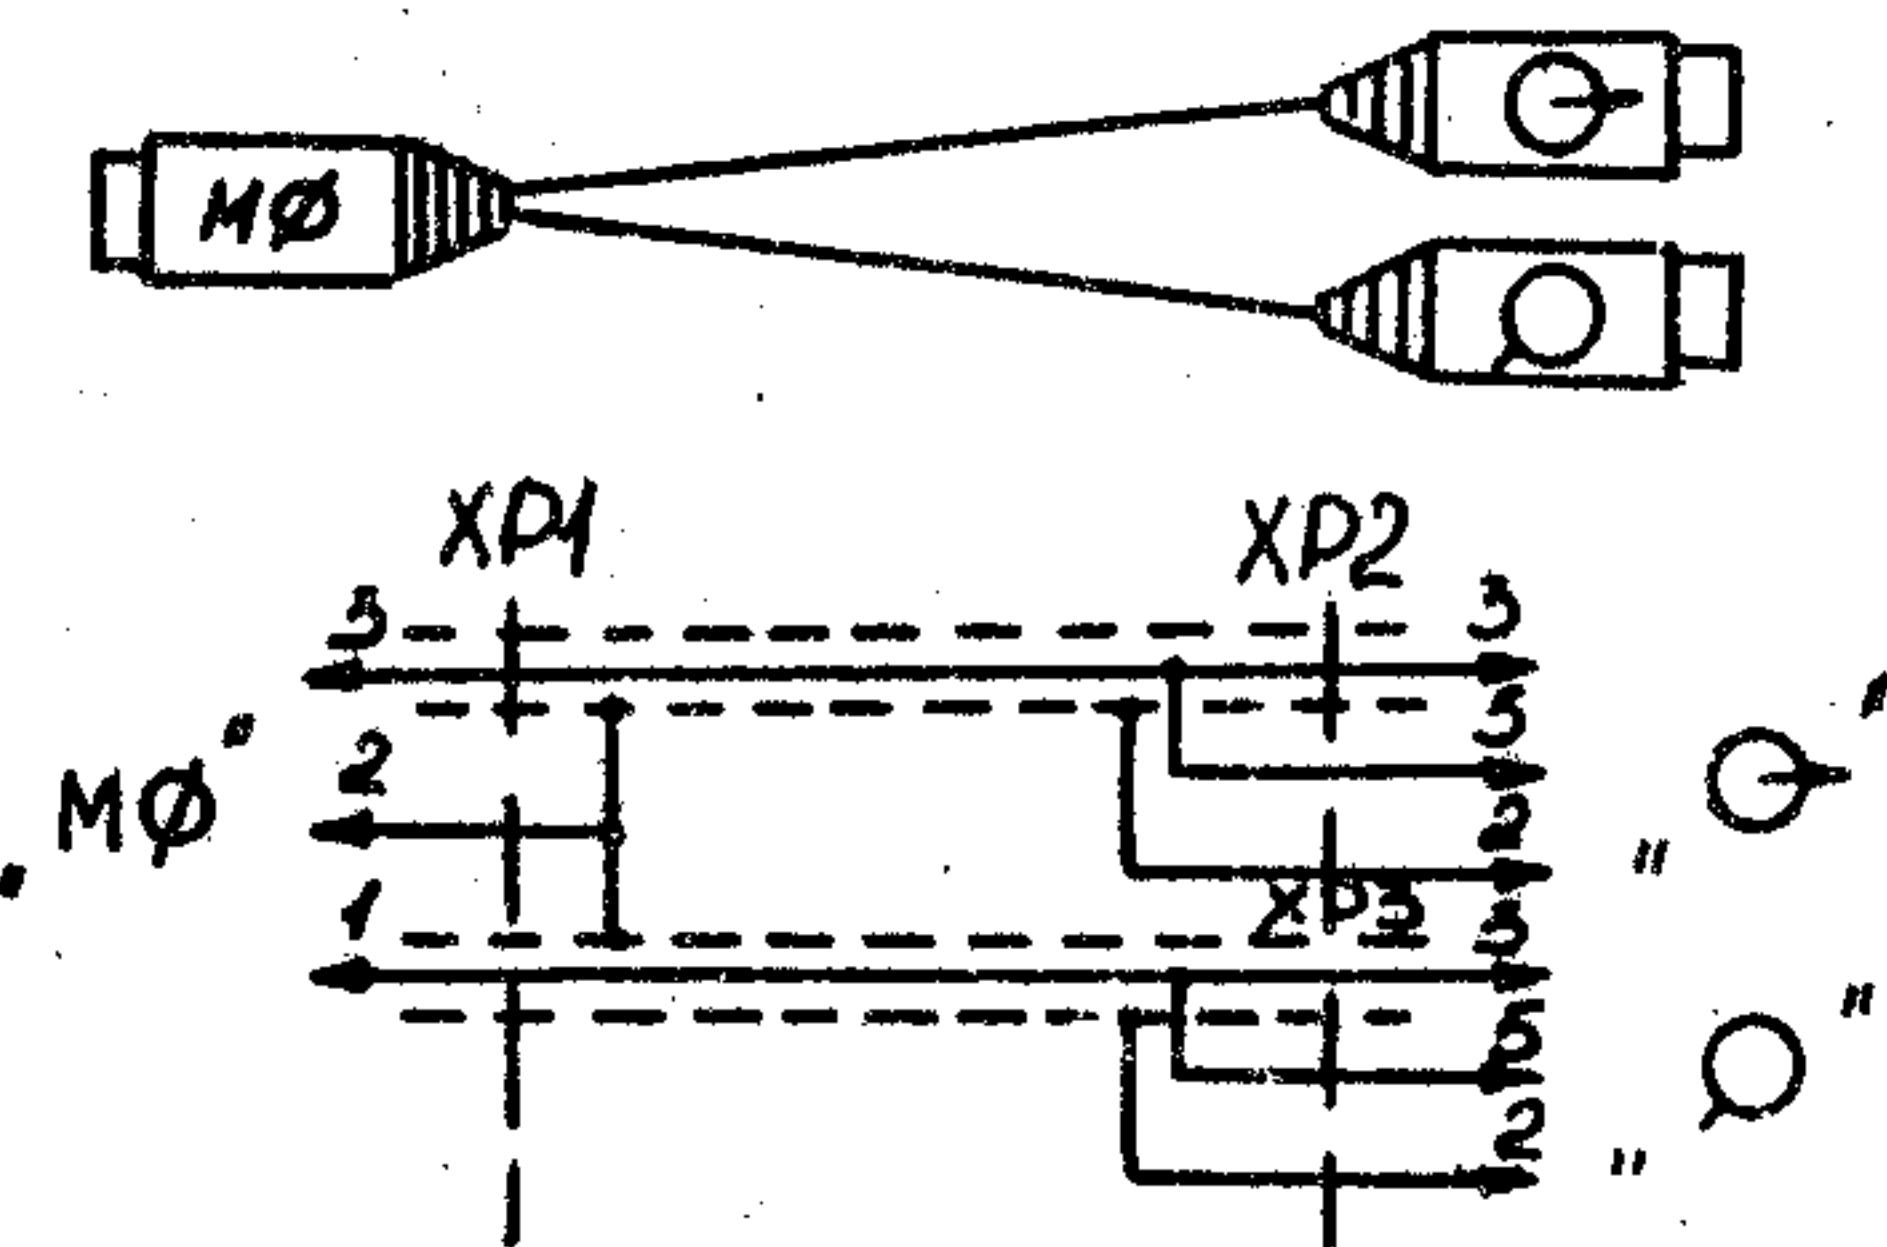

Рис. 6.10
6.6.3. Внешний вид и схема подключения магнитофона к микрокомпьютеру представлены на рис. 6.10.